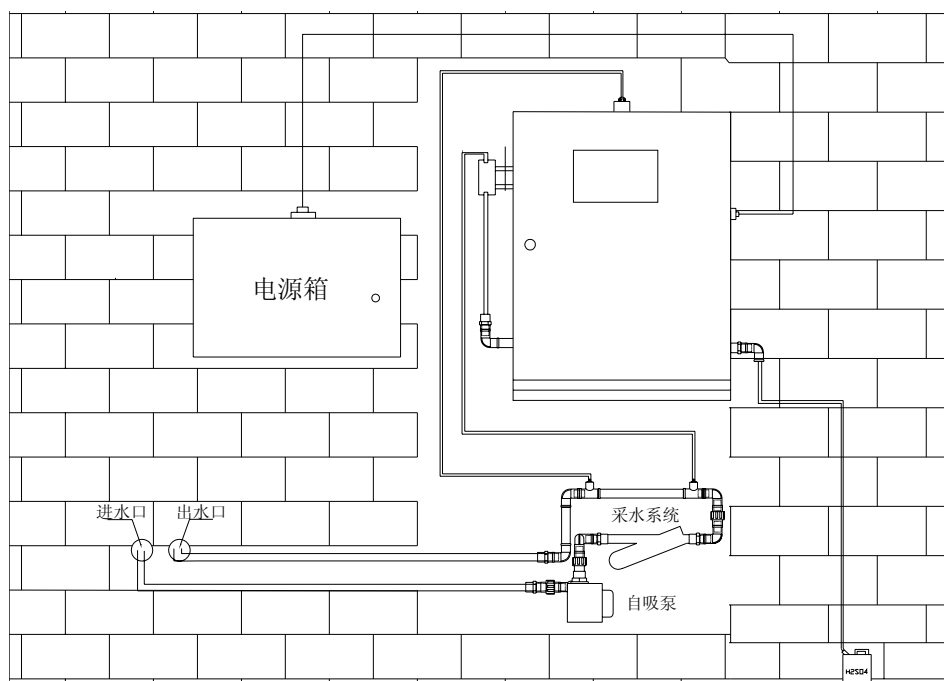

图 3.2 仪器挂壁安装示意图
(1) 放置仪器的地面应高于水槽壁，管道从仪器到水槽呈坡型下降(见图 3.2)，尽量减少管道弯头的数量，并且管道中途不应有凸起或凹下的地方，避免管道中存水，以便于水样反冲的顺畅和管道排空。
(2) 溢流管安装注意事项